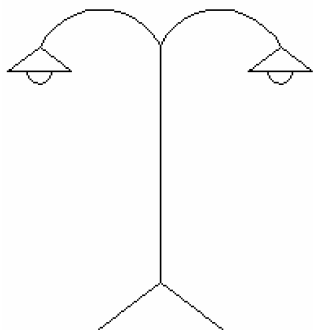

图 4-19 路灯
【例 4-8】 绘制图 4-19 所示的图形。
6) 绘制另一侧路灯。单击镜像按钮 , 从弹出的立即菜单中选择【选择轴线】和【拷贝】选项, 拾取电线杆为镜像轴, 操作结果如图 4-19 所示。